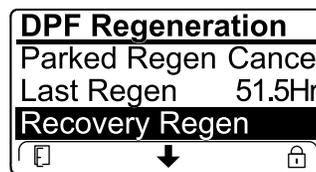

Figura 82
- Se il computer del motore non ha richiesto una rigenerazione di recupero e voi scorrete il menu verso il basso fino all'opzione RECOVERY REGEN, la rigenerazione di recupero viene bloccata e l'icona di blocco (Figura 82) compare nell'angolo in basso a destra dell'InfoCenter.